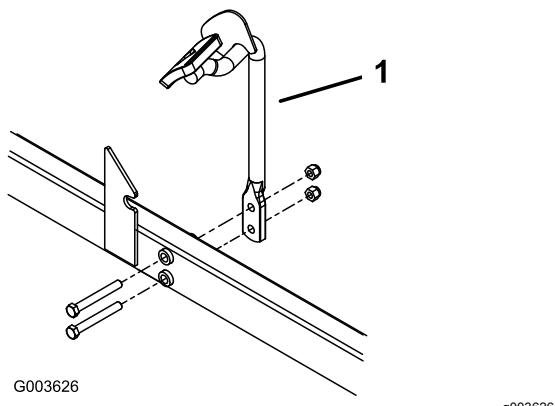

Figura 13
2. **Nota:** Posicione el pedal según se muestra en Figura 13.